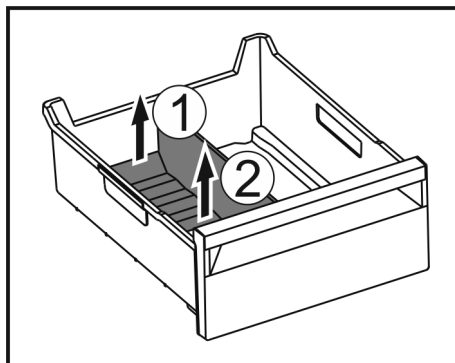

Fig. 209
- Soulever la partie arrière du séparateur de congélateur. Fig. 209 (1)
- Retirer le séparateur de congélateur par le haut. Fig. 209 (2)